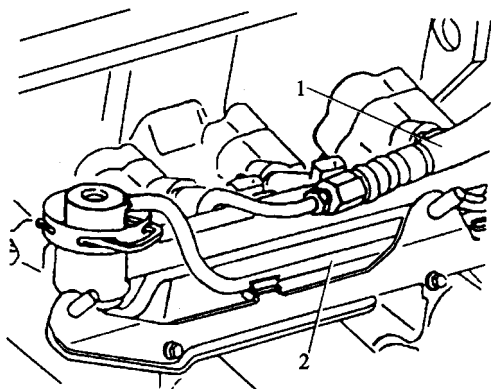

图 1-3 拔下供油管和回油管
13) 拔下燃油分配管上的供油管 1 和回油管 2, 如图 1-3 所示。